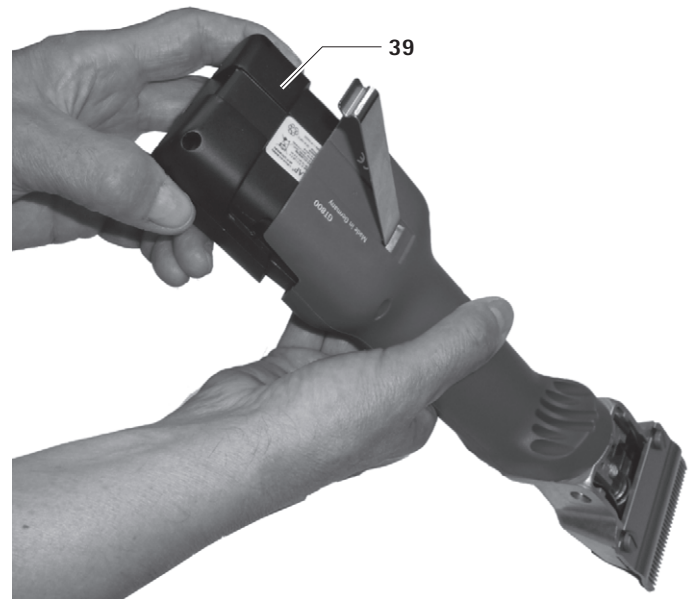

Fig. 2
- Estrarre l'accumulatore a ioni di litio **39**, procedere al caricamento e/ o inserire l'accumulatore a ioni di litio GT801 nella tosatrice ad accumulatore **g**, vedere Fig. 2.